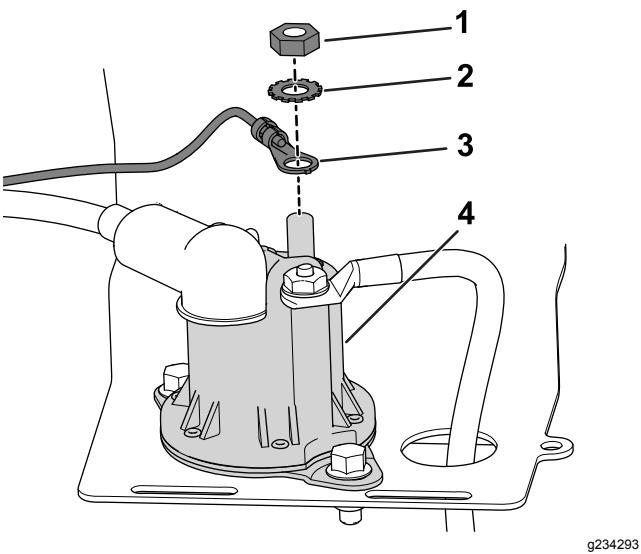

Figura 5
- Utilizzate il dado e la rondella di bloccaggio del solenoide per fissare il terminale ad anello al solenoide (Figura 5).